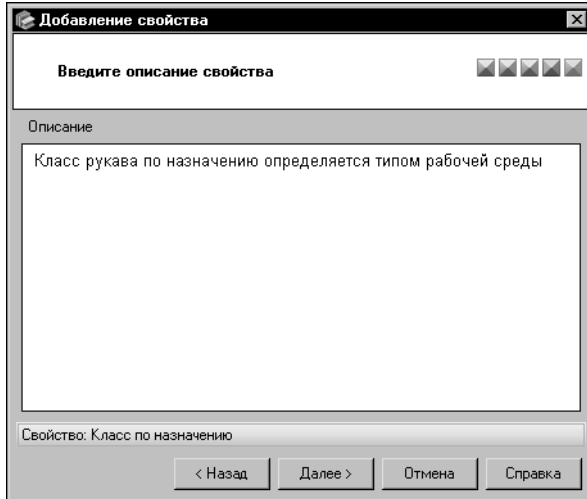

Рис. 6.8. Мастер создания свойства: шаг 4
9. В окне четвертого шага (рис. 6.8) в поле **Описание** введите следующий текст описания свойства: *Класс рукава по назначению определяется типом рабочей среды*.